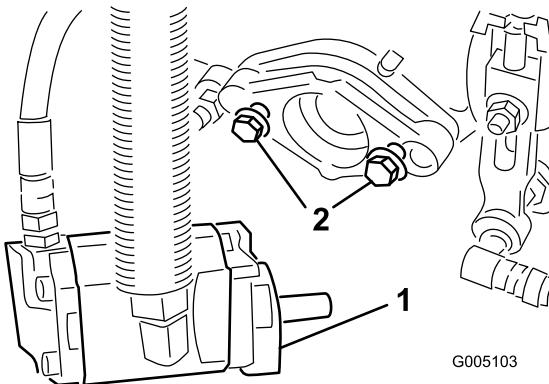

Figure 11
- Assemblez les boulons de fixation (fournis avec le plateau de coupe) pour le moteur d' entraînement de cylindre sur chaque plateau de coupe. Laissez dépasser approximativement 13 mm du filetage sur chaque boulon de fixation (Figure 11).
- Resserrez les boulons de montage (Figure 11).